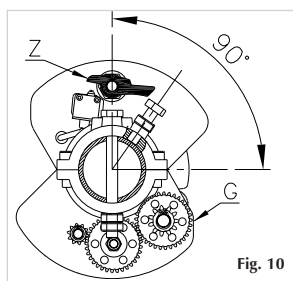

Fig. 10
| 2) Dopo aver accoppiato i due corpi del motoriduttore (G), verificare che il cric chetto d'aggancio (Z) sia posizionato nel punto più alto perpendicolarmente all'asse della serranda (Vedi Figura 10). | 2) After assembled the two elements of the gearmotor (G), check that the pawl (Z) is in the highest position perpendicular to the rolling shutter axis (see figure 10). | 2) Après assemblage des deux éléments du motoréducteur (G), vérifier que le cli quet (Z) est dans la position la plus éle vée, perpendiculaire à l'axe de volet roulant (voir figure 10). | 2) Después de reunidos los dos elementos del motoreductor (G), compruebe que el trinquete (Z) está en la posición más alta, perpendicular al eje de las cierres metálicos (ver figura 10). |